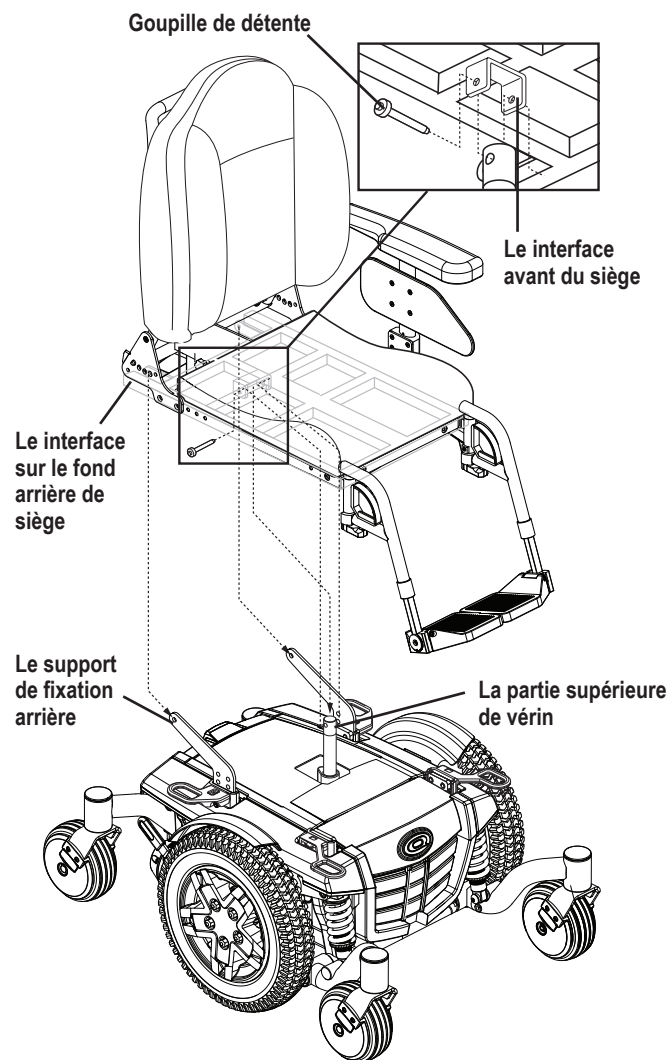

Figure 4. Système de montage universel et siège Contour
1. Inclinez le siège vers arrière et aligner les interfaces sur le fond arrière du siège avec les supports de fixation arrière du siège sur la base motorisée et le fixer avec la quincaillerie. **Voir la figure 4.**
2. Retirez la goupille de verrouillage du le interface avant du siège. **Voir la figure 4.**
3. Faites pivoter le siège vers l'arrière et retirez le siège de la base motorisée en retirant la quincaillerie qui fixe les supports de fixation arrière du siège aux interfaces sur le fond de l'arrière du siège. **Voir la figure 4.**
8. Réinstaller la goupille de verrouillage à la partie supérieure de l'actionneur d'inclinaison en utilisant la goupille de verrouillage. **Voir la figure 4.**